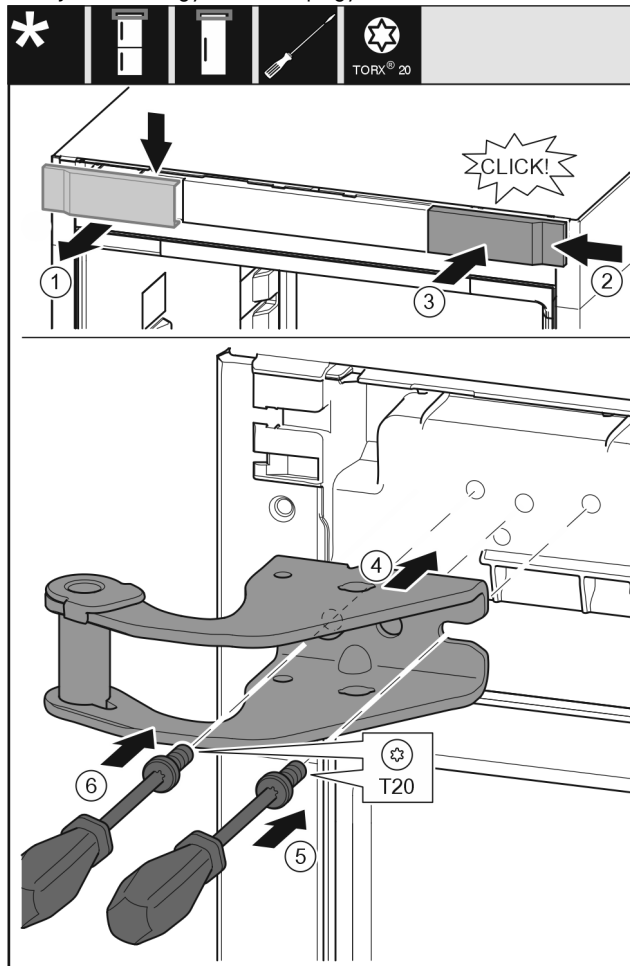

Fig. 10
- ▶ Vegye ki felülről az alsó fedelet előre felé. Fig. 10 (1)
- ▶ Akassza be a fedelet 180°-kal elfordítva a másik oldalra jobbról. Fig. 10 (2)
- ▶ Pattintsa be a fedelet. Fig. 10 (3)
- ▶ Helyezze fel a felső csapágybakot. Fig. 10 (4)
- ▶ Helyezze fel és húzza meg a csavart a T20 csavarhúzóval. Fig. 10 (5)
- ▶ Helyezze be és húzza meg a csavart a T20 csavarhúzóval. Fig. 10 (6)